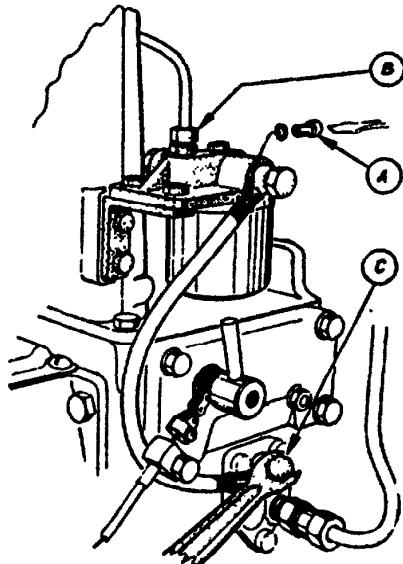

Fig. 2.
Utlufting (fig. 2)
2. Sugeslangen utluftes ved å løse hulskruen (C) for banjonippelen på brennoljepumpen 3 tørn (se fig. 2). Ryst i slangen og hold skruen åpen til oljen renner uten bobler. (*Trykkventilen på oljepumpen skal ikke løses.*) *Hulskruen trekkes slik til at sugeslangen faller naturlig mot pumpen (fra aktersiden) uten å danne «lås».*
Hvis toppvannpakningene viser tegn til lekkasje, må de skiftes. Lekkasje kan skyldes at pakningene er gamle og harde eller utilstrekkelig pakningstrykk. Det nytter ikke å trekke ytterligere til på toppmutrene, fordi klaringen mellom blokk og toppløkk er bestemt av foringsflensen (Gr. 20, fig. 2) og kobberpakningene mellom flens og toppløkk samt under flensen (Gr. 20, fig. 13 og 14). Toppklaringen (minste klaring mellom stempel og toppløkk) skal være 1,5—2 mm medregnet toppakningsringen (0,5—1 for type H). Klaringen justeres med de 0,5 mm tykke foringsflenspakkningene (Gr. 20, fig. 14).